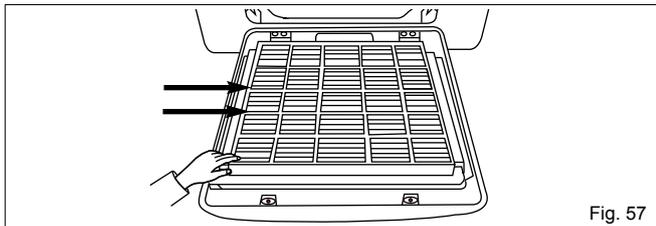

Fig. 57
1) Estrarre i filtri sfilandoli lateralmente, esercitando una leggera pressione nei punti indicati in fig. 57.